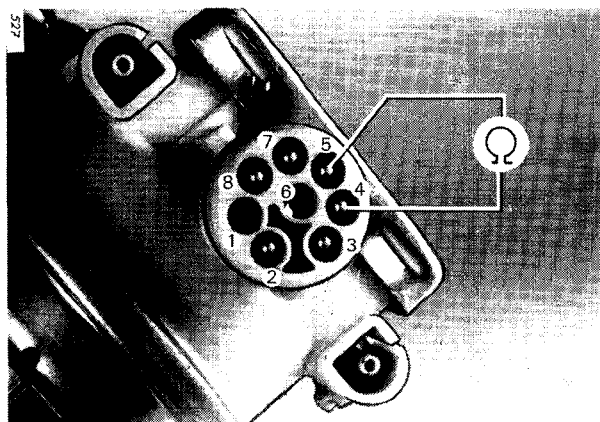

Bild 15
6.3 Potentiometer (Bild 15, 16)
a) Gesamtwiderstand (Bild 15)